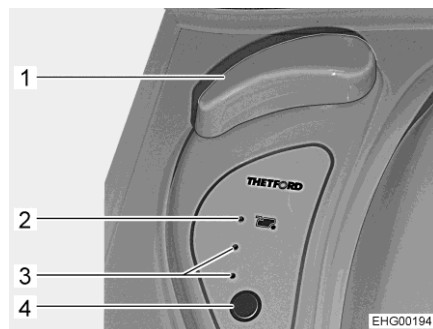

Bild 168 Toalettens reglage
- Vrid ratten (Bild 168,1).
- Vrid tillbaka ratten (Bild 168,1).
- Öppna spjället på Thetford-toaletten före spolning. Vrid då ratten (Bild 168,1).
- För att spola, tryck på den blå spolknappen (Bild 168,4).
- Efter spolning stängs spjället. Vrid då ratten (Bild 168,1) tillbaka.
Kontrollamporna (Bild 168,3) visar nivåindikeringen för latrintanken. Den röda kontrollampan (Bild 168,2) tänds när latrintanken måste tömmas.